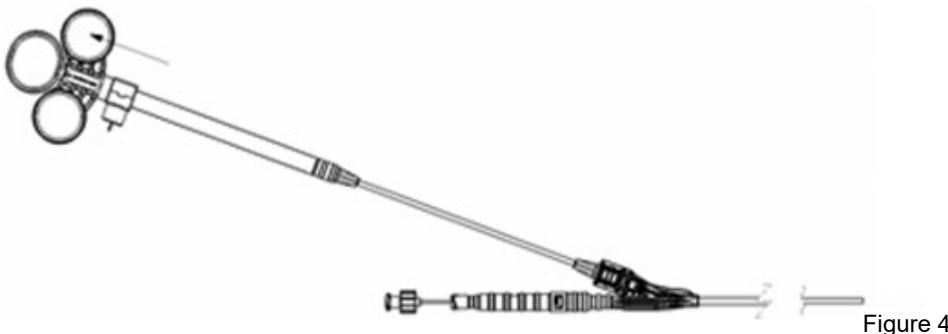

Figure 4
- S'assurer que la boucle de l'anse est entièrement rétractée dans la gaine avant de l'insérer dans l'endoscope. (Figure 4)
7. Une fois que le polype ou le tissu a été réséqué, l'anse peut être rétractée dans la gaine en remontant les anneaux de doigt vers la bague de pouce (Figure 4). Les polypes ou tissus qui ont été réséqués doivent être retirés et préparés selon la technique standard pour une évaluation histologique.
6. Une fois que le polype ou le tissu a été réséqué, l'anse peut être rétractée dans la gaine en remontant les anneaux de doigt vers la bague de pouce (Figure 4). Les polypes ou tissus qui ont été réséqués doivent être retirés et préparés selon la technique standard pour une évaluation histologique.